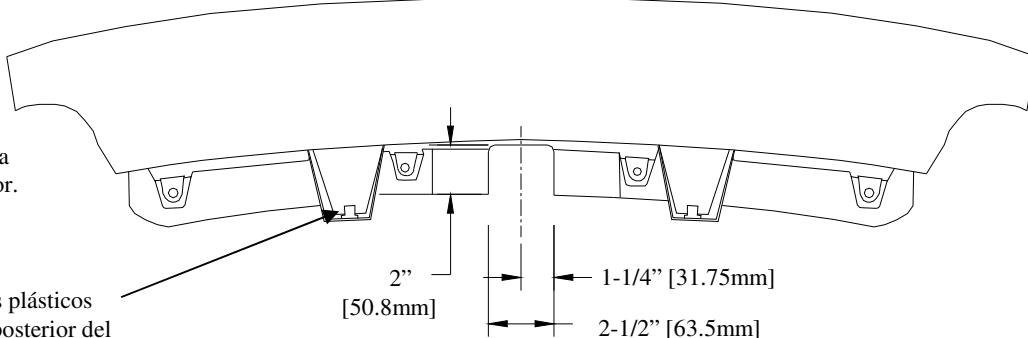

Figura 7
a. Retire (2) sujetadores plásticos de la parte posterior del vehículo, entre la base de la placa protectora y el panel extremo. Ver Figura 7.
Ver Figura 7. **Obtenga la aprobación del propietario del vehículo antes de cortar.**